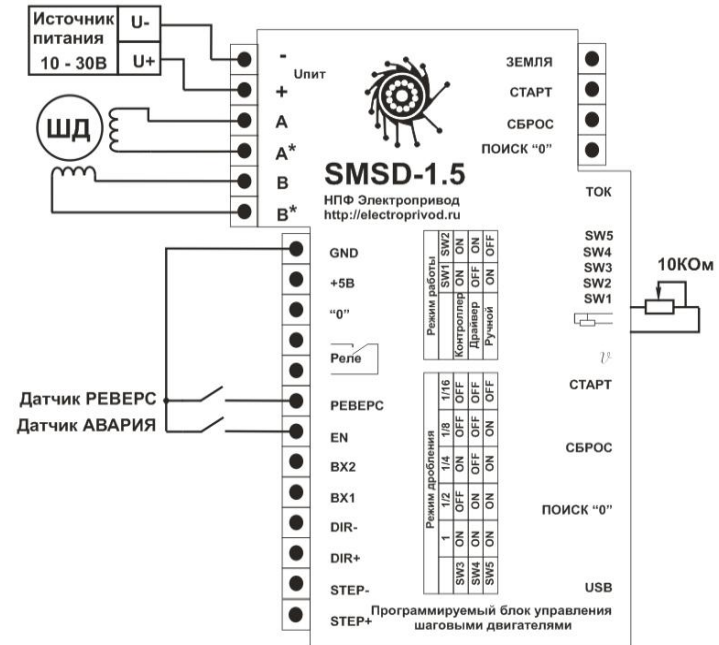

Рис.4. Схема-пример подключения блока в режиме ручного управления.
- **В ручном режиме управления** (подключение по схеме на рис. 4) регулируйте скорость вращения потенциометром. Изменение скорости осуществляется поворотом регулятора "СКОРОСТЬ" при замкнутой перемычке " ". При выходе из ручного режима управления значение скорости запоминается и восстанавливается при повторном входе в ручной режим. Для изменения направления вращения необходимо замкнуть контакты «РЕБЕРС» и «GND». Изменение направления вращения происходит по переднему фронту сигнала.